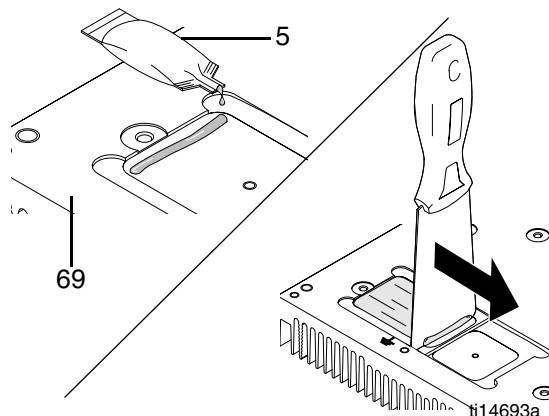

Рис. 2
- b. Для устройств, показаны на рис. 2 ниже, нанесите небольшое количество тепловой 15U114 соединения или 110 009 (5) в обоих карманах Powerbar (69) и царапины через карман условия, скребок так даже слой оставшихся в кармане.